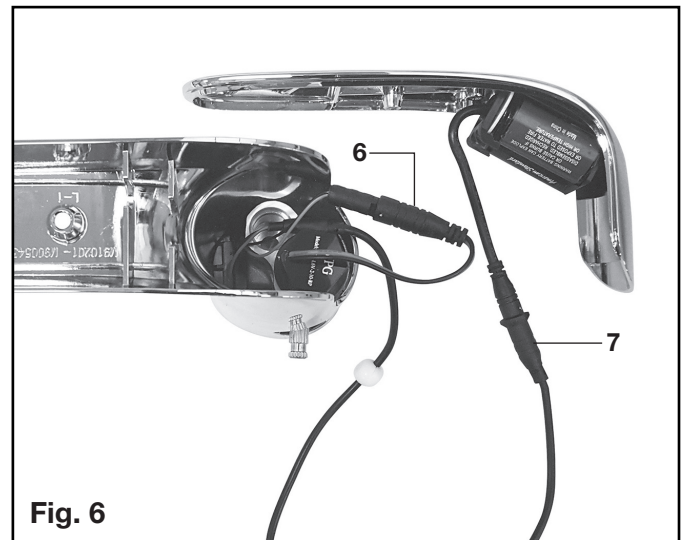

Fig. 6
### PARA LLAVES COMPRADAS DESPUÉS DE OCTUBRE 2019 (FIG. 6)
1. Retire el TORNILLO DE LA TAPA (1) y retire la TAPA (15).
2. Desconecte los CABLES DEL SENSOR (6) y (7) de la BATERÍA y la VÁLVULA DEL SOLENOIDE. (Fig. 6)